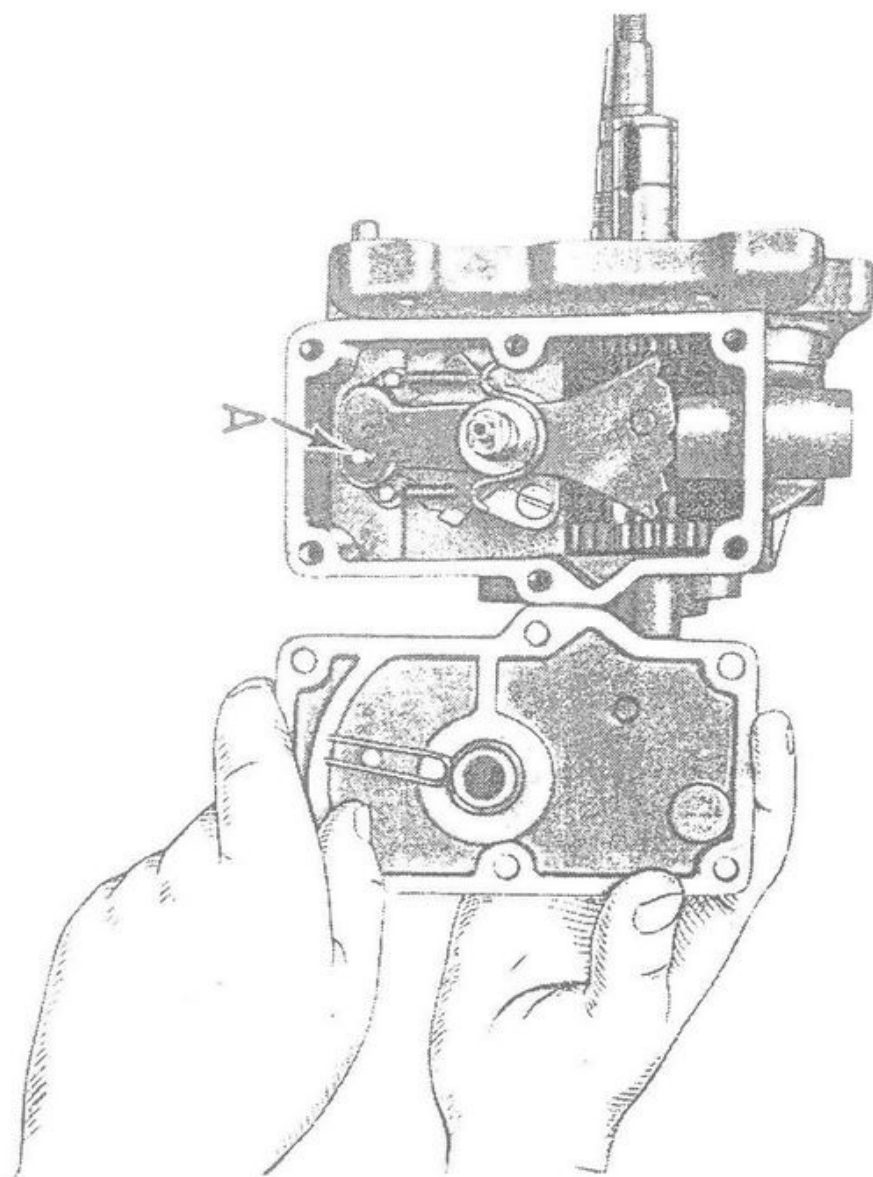

Fig. 21 - Come viene montato il coperchio posteriore del basamento
7) montare la molla di richiamo preselettore sul coperchio posteriore del basamento. Fare attenzione nel montare il coperchio a non tralasciare la guarnizione e a inserire nella molla l'apposita spinetta posta sul porta saltarelli, vedere A di fig. 21. La corsa della leva per comando cambio viene registrata tramite due bulloncini con controdado posti sul coperchio.